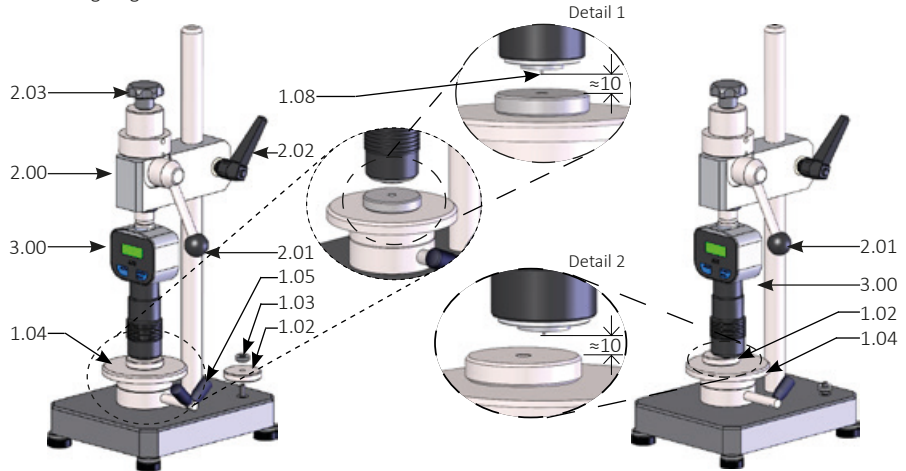
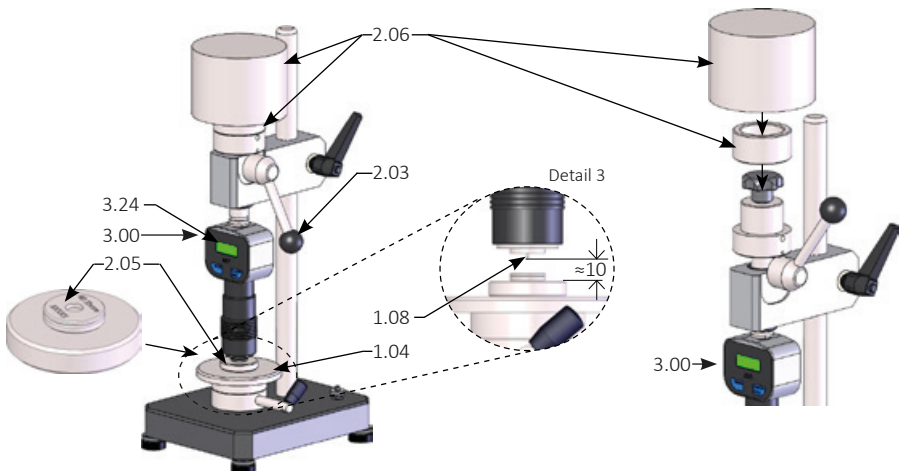

Abb. 4 Ausrichtung des Auflagetisches Shore A, B, O, 00, 000, 000 S, AO, E, L/c, Asker C
Abb. 5 Ausrichtung des Auflagetisches Shore D, C, D0
- › Lösen Sie die Rändelmutter (1.03, Abb. 4) und ziehen die Einstelllehre (1.02, Abb. 4) ab.
- › Halten Sie den Aufnahmearm (2.00) fest, dass das Härteprüfgerät (3.00) nicht nach dem Lösen des Klemmhebels (2.02, Abb. 4) auf den Auflagetisch (1.04, Abb. 4) fällt und den Eindringkörper (1.08, Abb. 4) beschädigt.
- › Verschieben Sie den Aufnahmearm so, dass sich der Eindringkörper des Härteprüfgerätes (3.00) vertikal ≈ 10 mm außermittig über der Auflagefläche der Einstelllehre befindet (siehe Detail 2, Abb. 4).
- › Lösen Sie den Klemmhebel (1.05, Abb. 4) des Auflagetisches.
- › Schwenken Sie den Belastungshebel (2.01, Abb. 4) langsam nach unten um eine Messung auf der Einstelllehre durchzuführen.
- › Lösen Sie den Klemmhebel (2.02) des Aufnahmearms (2.00) mit einer Hand während Sie den Aufnahmearm mit der anderen Hand festhalten, so dass das Härteprüfgerät nicht auf den Auflagetisch (1.04) fällt und dadurch der Eindringkörper (1.08, Abb. 5) beschädigt wird.
- › Verschieben Sie den Aufnahmearm, so dass sich der Eindringkörper des Härteprüfgerätes vertikal ≈ 10 mm mittig über der Bohrung des Kontrollringes 40 Shore befindet (siehe Detail 3 Abb. 5).
- › Schwenken Sie den Belastungshebel (2.01, Abb. 4) gleichmäßig nach unten.
- › Fixieren Sie den Auflagetisch mit dem Klemmhebel (1.05, Abb. 4) des Auflagetisches.
- › Schwenken Sie den Belastungshebel (2.01, Abb. 4) nach oben.
Um eine Beschädigung des Eindringkörpers bei Härteprüfgeräten nach Shore D, C, und D0 zu vermeiden, sind für die Kontrolle des Messweges die Kontrollringe mit Basisplatte „20 / 40 Shore“ zu verwenden, siehe Kapitel „8.2 Zubehör“ auf Seite 18. Legen Sie den Kontrollring mit Basisplatte (2.05) auf den Auflagetisch (1.04), dass sich der Eindringkörper (1.08, Abb. 4) des Härteprüfgerätes (3.00) ≈ 10 mm zentrisch über der Bohrung des Kontrollringes mit Basisplatte befindet (siehe Abb. 5).
- › Schwenken Sie den Belastungshebel (2.01, Abb. 4) nach unten, um das Härteprüfgerät abzusenken.
Um ein Gewicht entsprechend Norm aufzubringen, sind die beiden Zusatzgewichte (2.06, Abb. 5) erforderlich, siehe Kapitel „2.2 Anwendungsbereiche“ auf Seite 6.